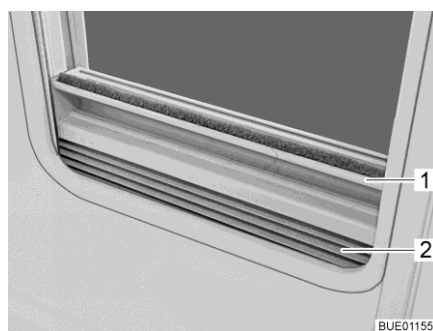

Fig. 52 Tendina oscurante pieghevole
- Chiusura:** ■ Afferrare la tendina oscurante pieghevole (Fig. 52,2) per la parte centrale della barra di presa (Fig. 52,1), tirarla dal basso verso l'alto e rilasciarla nella posizione desiderata. La tendina oscurante pieghevole rimane in questa posizione.